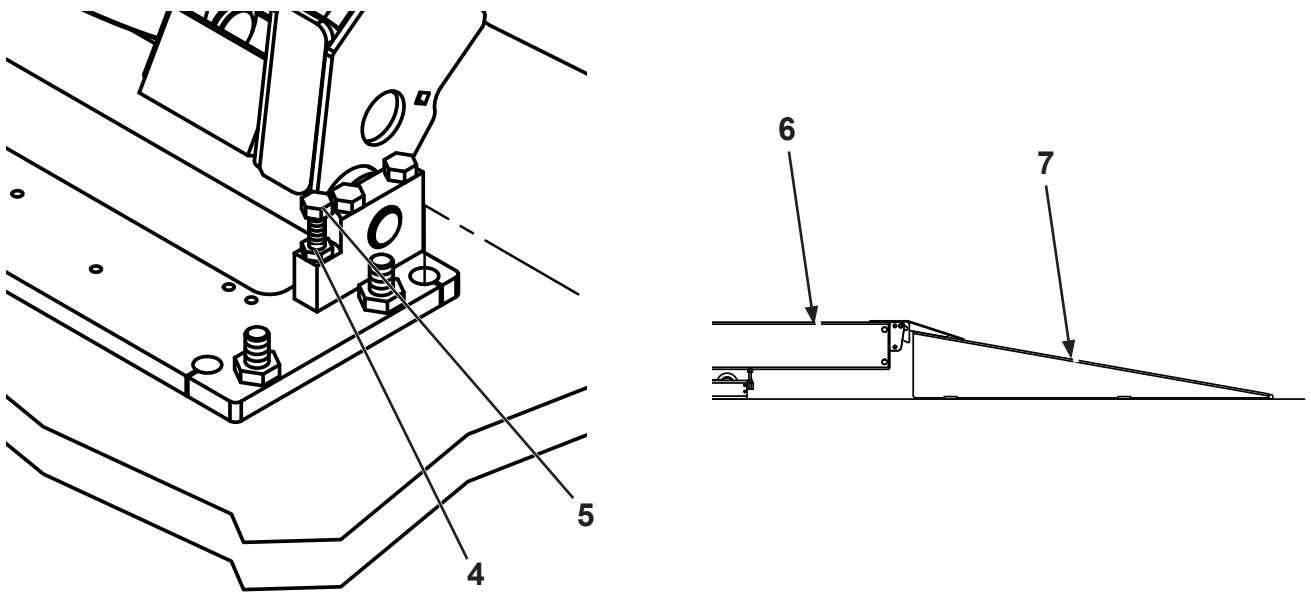

Fig. 25
- Se necessario agire sulle viti di registro 5 bloccandone al termine i controdati 4 (Fig.25).
- Turn the adjusting screws 5, if necessary. When finished, lock in position with check nuts 4 (Fig.25).
- Bei Bedarf anhand der Einstellschrauben 5 einstellen und anschließend mit den Konterschrauben befestigen 4 (Abb.25).
- Si nécessaire, agir sur les vis de réglage 5 en bloquant les contre-écrous à la fin 4 (Fig.25).
- Si es necesario, mover los tornillos de reglaje 5 apretando las contratueras al final de la operación 4 (Fig.25).
Rif. Fig.25 - Procedere come al paragrafo 4.8 tenendo conto dell'allineamento delle pedane (6) rispetto alle rampe di salita (7).
Ref. Fig. 25. Proceed as described in paragraph 4.8, checking the alignment of the platforms (6) with respect to the approach ramps (7).
Rif. Fig. 25. Gemäß Paragraph 4.8 verfahren, dabei die Fluchtung der Fahrschienen (6) den Auffahrampen (7) gegenüber beachten.
Ref. Abb.25. Suivre les marches au paragraphe 4.8 en considérant l'alignement des chemins de roulement (6) par rapport aux rampes de montée (7).
Ref. Fig. 25. Proceder como se indica en el párrafo 4.8 teniendo en cuenta la alineación de las plataformas (6) con respecto a las rampas de subida (7).